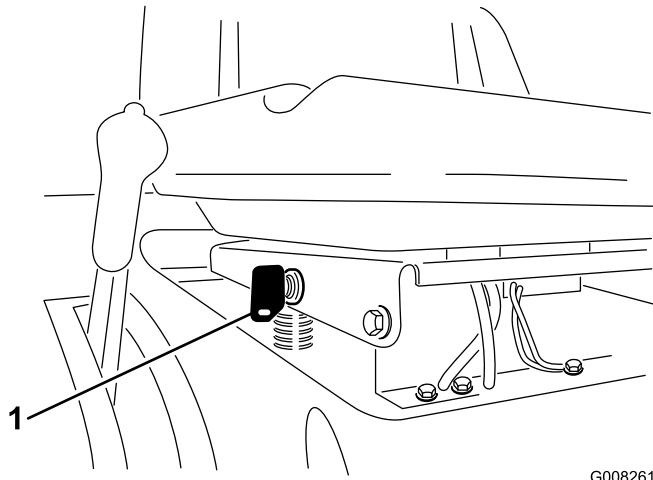

Figura 13
KeyChoice que está situado cerca del soporte del asiento (Figura 13).
2. Inserte la llave KeyChoice en el interruptor (Figura 13).